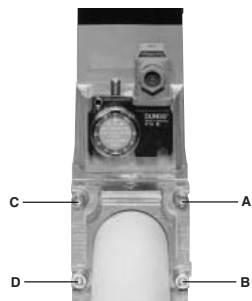
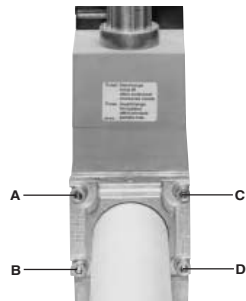

Fig. 10
Fig. 11
3. stringere le viti A, B, C e D (Fig. 10 - Fig. 11), rispettando le posizioni di montaggio (Fig. 13);
1. Allentare le viti A e B **non** svitare (Fig. 10 e Fig. 11).
2. Svitare le viti C e D (Fig. 10 e Fig. 11).